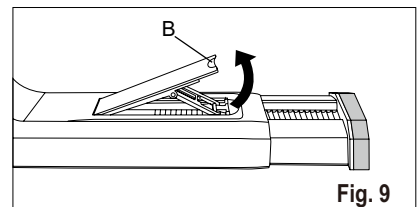

Fig. 9
1. Åbn vinduesrammen, og anbring vinduesglidesættet på vindueskarmen. (fig. 9)